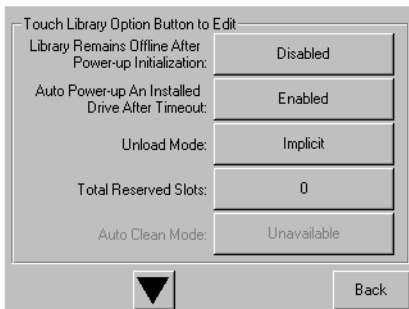

Figura 3-6. Pantalla Total reserved slots (Número Total de Ranuras Reservadas)
2. En la pantalla Library (Biblioteca), pulse ▼ para desplazarse a la pantalla que contiene la opción Total Reserved Slots (Número Total de Ranuras Reservadas) (consulte la Figura 3-6).